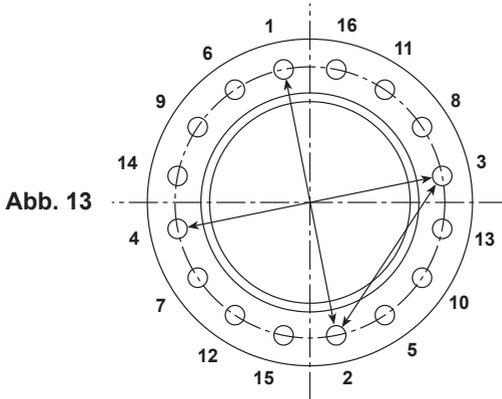

Abb. 13
5.3 Ziehen Sie die Verschraubungen an allen Dichtungsverbindungen nach, nachdem der Wärmetauscher die Betriebstemperaturen erreicht hat, um Leckagen und Dichtungsversagen zu vermeiden. Das Nachziehen sollte gleichmäßig und diametral versetzt erfolgen, wie in Abbildung 13 dargestellt und in Übereinstimmung mit Abschnitt 6.6, „Verschraubung“.
Das Anziehen muss gleichmäßig an diametral gegenüberliegenden Bolzen erfolgen, wie in Abbildung 13 dargestellt.